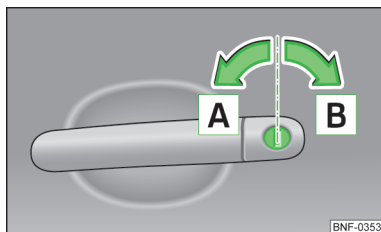

Fig. 14
- Drej nøglen i kørselsretningen (oplåsningsstilling) **A** i førerdørens låsecylinder » Fig. 14.
- Drej nøglen modsat kørselsretningen (låsestilling) **B** i førerdørens låsecylinder » Fig. 14 på side 24.